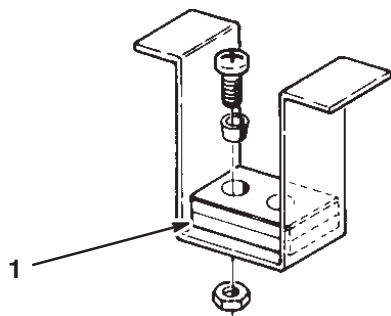

Figure 14
11. Vérifiez que les goupilles de hauteur de coupe avant sont bien en appui contre les amortisseurs du châssis (Fig. 14). Si ce n'est pas le cas, placez une ou plusieurs cales sous l'amortisseur pour l'élever jusqu'à obtenir l'alignement correct.